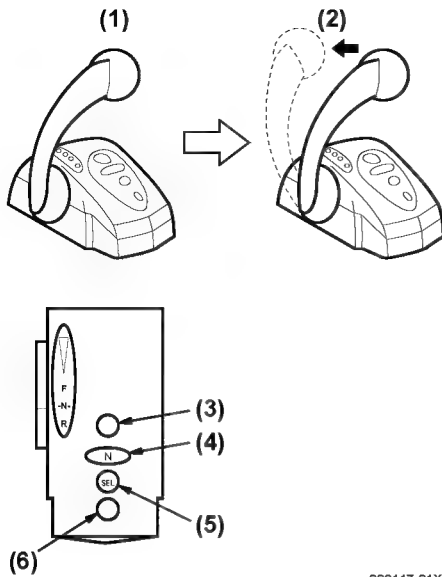

Figure 5
Assurez-vous de positionner le levier de contrôle à la position N (NEUTRAL) (Figure 5, (1)).
Déplacez progressivement le levier de contrôle en direction F (avant) (**Figure 5, (2)**) à la position de Forward Detent (Détente Avant). La transmission marine changera la vitesse à FORWARD. Le moteur demeurera à inactif. Pousser encore plus le levier de contrôle augmentera le tr-min au maximum de l'accélérateur à pleins gaz (WOT)